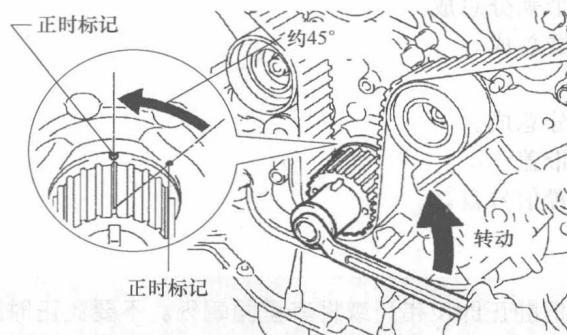

图 1-5 逆时针转动曲轴大约 45°
- c. 用曲轴减震器螺栓，逆时针转动曲轴大约 45°。如图 1-5 所示。注意：正时皮带卸下